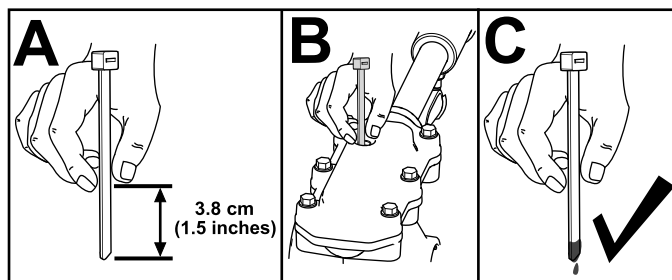

Figura 29
3. Verificați nivelul uleiului utilizând un dispozitiv de măsurare adecvat, cum ar fi un colier de cablu curat. Uleiul trebuie să fie la aproximativ 3,8 cm sub deschiderea de umplere (Figura 29).